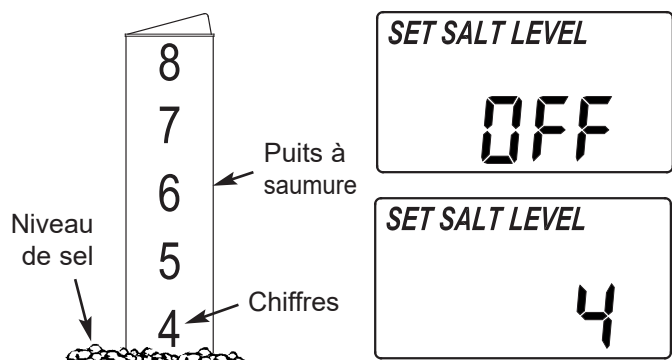

FIG. 24
2. L'échelle de niveau de sel, sur le puits à saumure situé à l'intérieur du réservoir, comprend des chiffres de 0 à 8 (voir figure 24). Repérez le chiffre le plus élevé ou le plus près du sel égalisé.